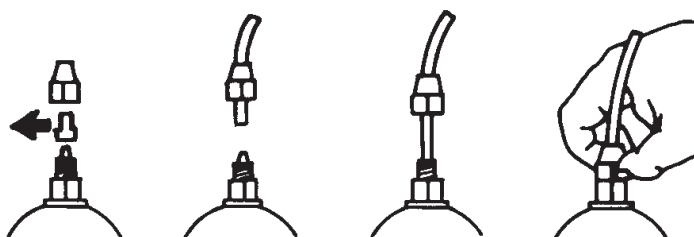

Fig. 7
- e. - Quitar las dos cápsulas de protección de los empalmes, introducir a fondo los tubos con sus correspondientes empalmes cónicos y bloquearlos con sus virolas para fijarlos. (Fig. 7).